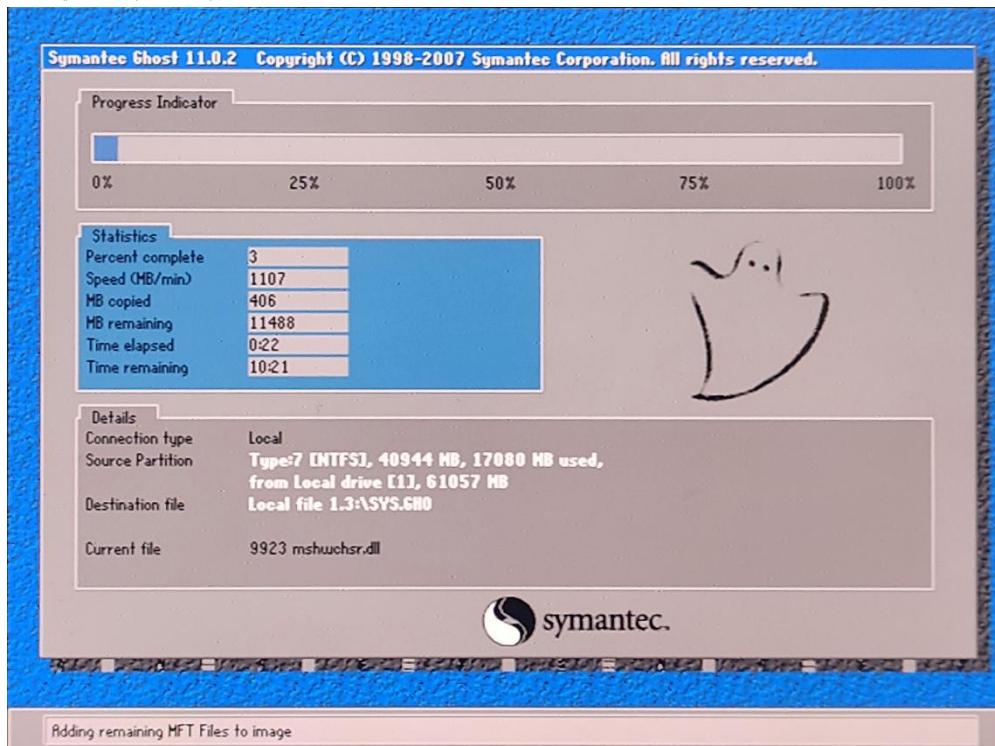

图 3 系统备份界面
(4)系统将会重启,同时开始自动备份系统,进入到系统备份界面(如图 3 所示),备份结束后会自动重启系统。